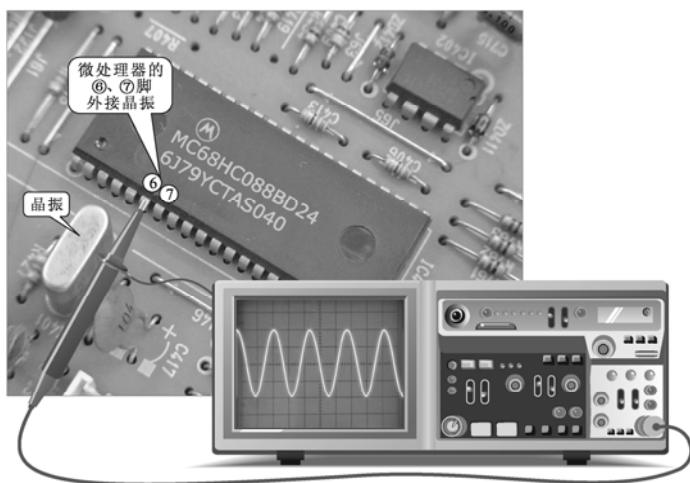

图 4-31 晶振信号的检测方法
经检测微处理器的供电电压正常，接下来应检测晶振信号是否正常。显示器在正常工作时，MC68HC088D24 的⑥、⑦脚会有 12 MHz 时钟信号（正弦波形）。可以在接通电源的情况下，用示波器检测其中的一个引脚，具体操作及波形如图 4-31 所示。